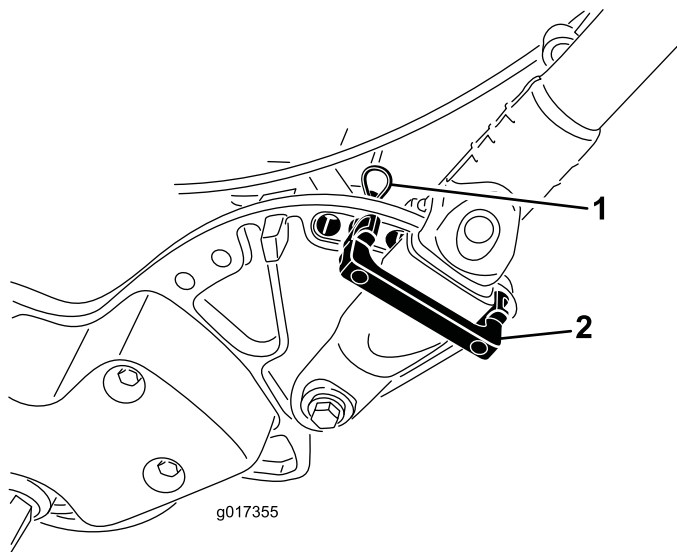

Figura 9
1. Sujete el manillar mientras retira las bridas que sujetan las abrazaderas a las chapas laterales (Figura 9).
2. Gire el manillar a la posición deseada e inserte un seguro de retención por encima de la abrazadera del manillar y a través de los taladros correspondientes de la chapa lateral (Figura 9).
3. Sujete la abrazadera con un pasador de horquilla (Figura 9).